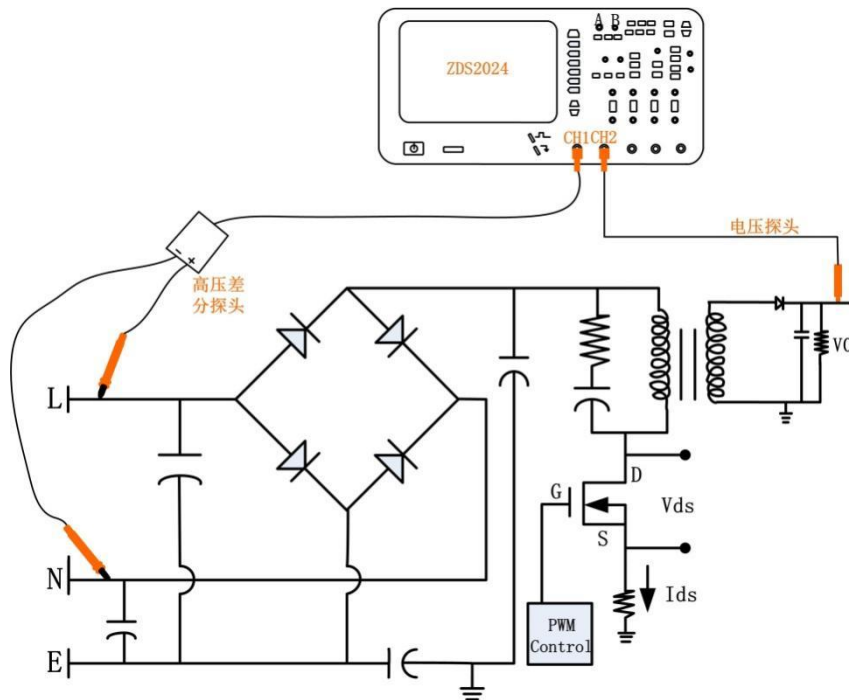

图 7.19 启动/关闭时间连接图
(1)、示波器与探头连接示意图如图 7.19 所示。本次主要测打开电源和关闭电源至稳定的时间, 其中通道 1 使用高压差分电压探头接信号输入端, 通道 2 使用普通电压探头接信号输出端。(注意测启动时间时电源电路为断开状态, 测关闭时间时为打开状态)